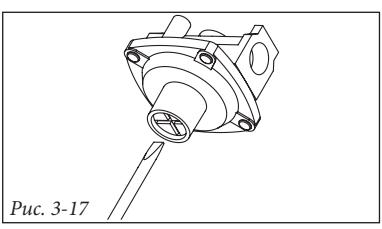

Рис. 3-17
- удалите заглушку (Рис. 3-17);